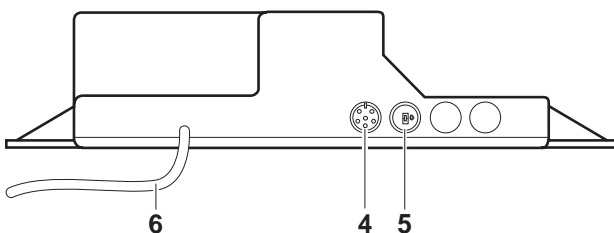

Fig. 14
- Insérer la fiche à six pôles du récepteur à infrarouge dans la douille **4** et la fiche à deux pôles du moteur dans la douille **5** de la commande, voir **fig. 14**.